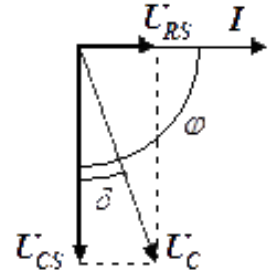

Рис. 1: Векторная диаграмма
$$\begin{cases} \tau = \frac{2l}{\omega_0} - \text{постоянная времени контура;} \\ \delta = \arctg(RC\omega) - \text{параметр конденсатора (см. рис. 1).} \end{cases} \quad (11)$$